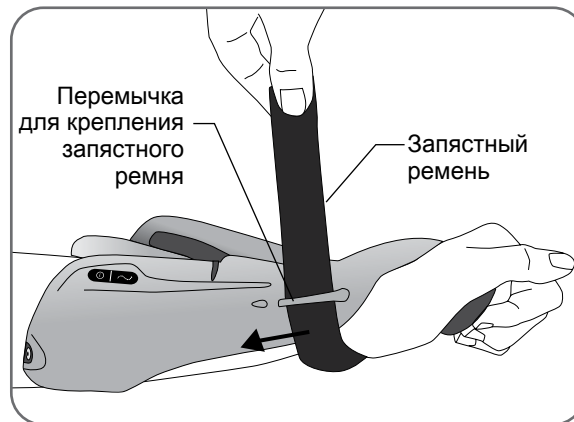

Рисунок 10-1. Освобождение запястного ремня
2. Осторожно освободите запястный ремень и проведите его через перемычку для крепления запястного ремня. См. рисунок 10-1.